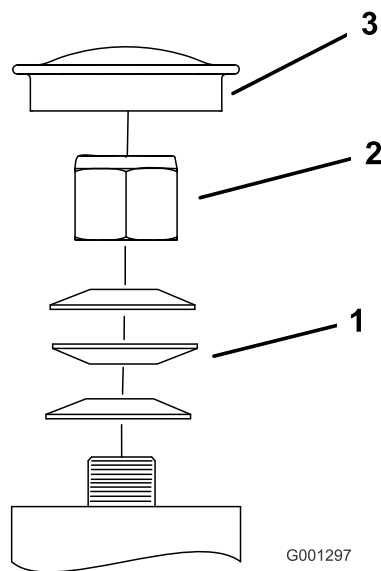

Figura 62
3. Retire el tapón guardapolvo de la rueda giratoria y apriete la contratuerca (Figura 62).
4. Apriete la contratuerca hasta que las arandelas de muelle estén planas, luego afloje 1/4 de vuelta para establecer la pre-carga correcta de los cojinetes ( ).Figura 62
**Importante:** Asegúrese de que las arandelas de muelle están correctamente instaladas, según se muestra en Figura 62.
5. Coloque el tapón guardapolvo (Figura 62).